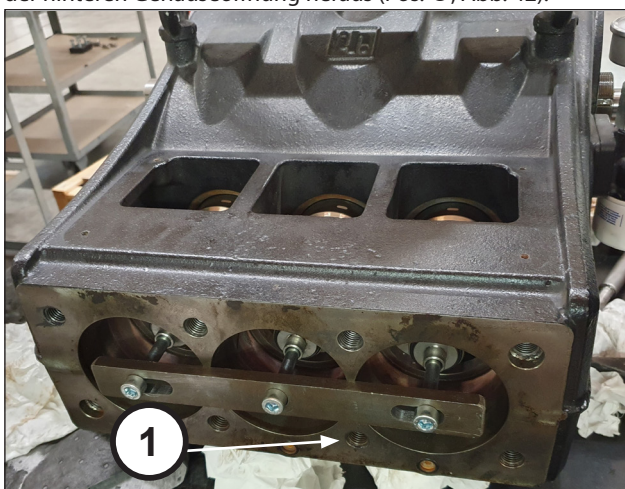
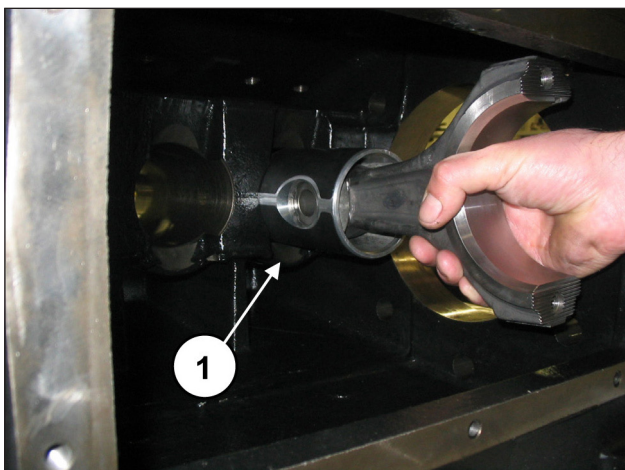

Abb. 41
Abb. 42
Drehen Sie die Schrauben des Werkzeugs Art. 27566200 zum Lösen der Pleuelstangen ab (Pos. ①, Abb. 41) und ziehen Sie anschließend die Baugruppe Pleuelstange-Kolbenführung von der hinteren Gehäuseöffnung heraus (Pos. ①, Abb. 42).
Nachdem Sie das Gehäuse auf perfekte Sauberkeit überprüft haben, setzen Sie die Baugruppe Pleuelstange-Pleuelstange in die Buchsen des Gehäuses ein (Pos. ①, Abb. 42).
Arretieren Sie die drei Baugruppen mit dem entsprechenden Werkzeug Art. 27566200 (Pos. ①, Abb. 41).
Entfernen Sie das Werkzeug zur Sicherung der Pleuelstangen Art. 27566200 (Pos. ①, Abb. 41).